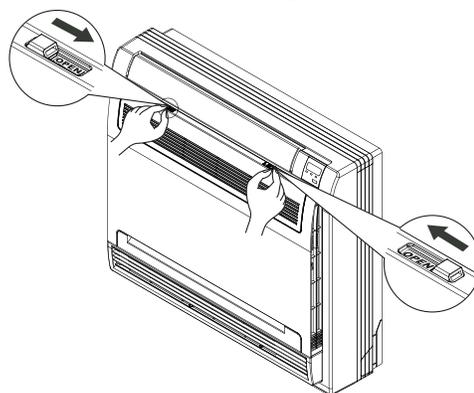

Figure 9 – Ouverture du panneau avant
1. Ouvrez le panneau avant en déplaçant les deux verrous vers le milieu du module (consultez la figure 9).